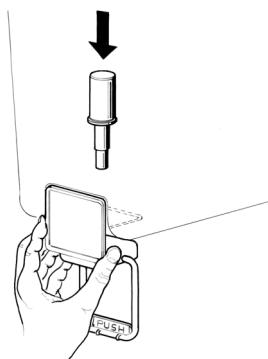

figura 5
- 3 Rubinetto a gravità:** montare la leva di comando rubinetto e quindi infilare il pistone dotato della propria guarnizione (vedere figura 5).